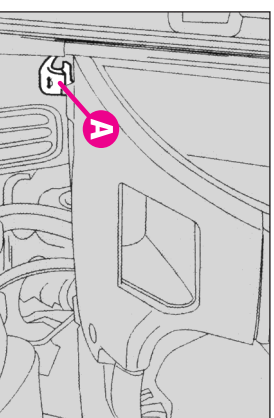

fig. 167
- trageți maneta (A-fig. 167) până când se aude clicul de deschidere a capotei.